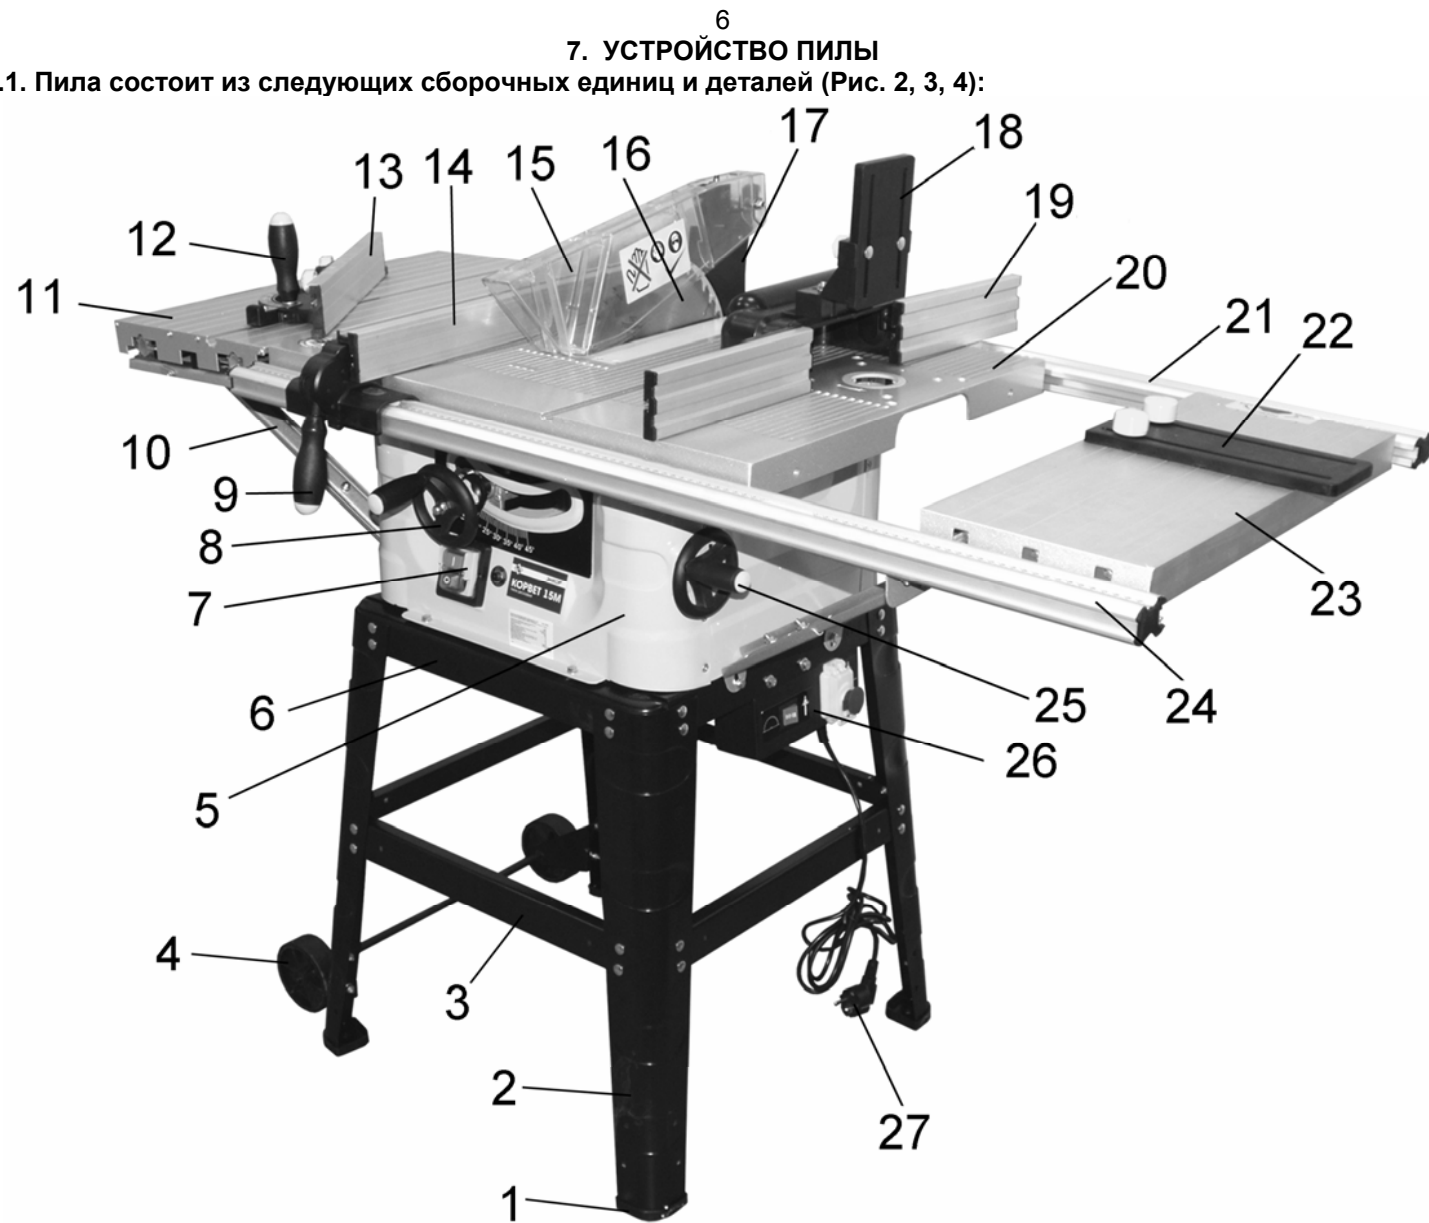

Рис. 2
7.1. Пила состоит из следующих сборочных единиц и деталей (Рис. 2, 3, 4):
11.2. Пиление (Рис. 2)
11.1. Подготовка к работе (Рис. 2, 3)
8.1. Сборка основания пилы (Рис. 2 - 4)